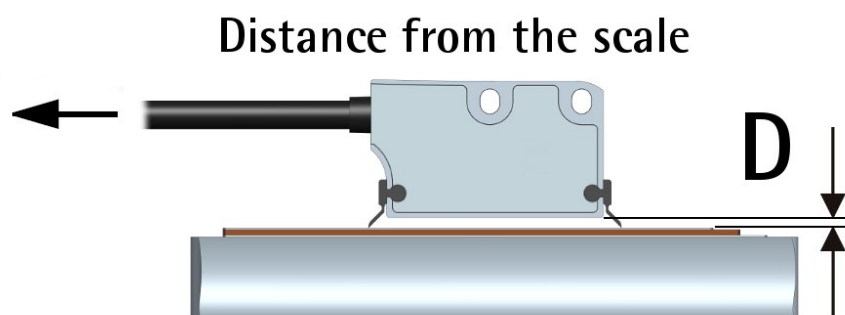

Figura 1 - Distanza montaggio sensore / banda
E' possibile montare la testina sulla banda nelle due direzioni. La freccia in Figura 1 indica la **direzione di conteggio standard** (il fronte di salita del segnale A precede il fronte di salita del segnale B) quando il sensore muove nella direzione indicata dalla freccia; ulteriori informazioni nella sezione "4.8 Direzione di conteggio" a pagina 21.
La distanza D (si veda la Figura 1) tra la base del sensore e la banda magnetica MTI-0500 deve essere compresa nei range indicati nella seguente tabella:
La direzione di conteggio positiva (il fronte di salita del segnale A precede il fronte di salita del segnale B) si ha quando il sensore muove sulla banda nella direzione indicata dalla freccia in Figura 1. Per ogni informazione riferirsi alla sezione "4.8 Direzione di conteggio" a pagina 21).
3.7 Spazzole di pulizia opzionali (Figura 1)